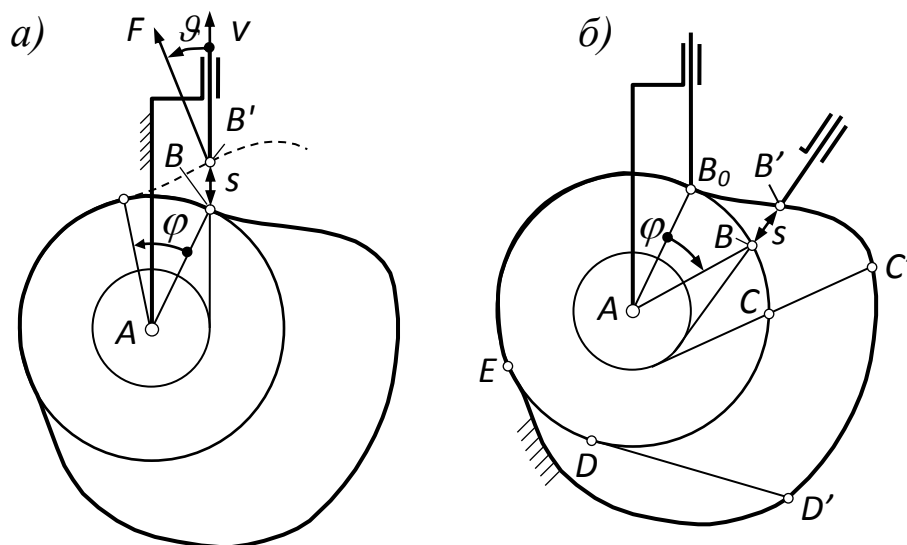

Рис. 1. Механизм со стержневым толкателем
В кулачковых механизмах функцией положения называется зависимость координаты толкателя от координаты кулачка. Координатой кулачка является угол его поворота φ , координатой толкателя является либо линейное перемещение s , либо угол поворота ψ (рис. 1, а; 2, а). Таким образом, требуется найти зависимость $s(\varphi)$ или $\psi(\varphi)$.
Задача построения функции положения решается методом обращения движения. Согласно этому методу, поворачивают не кулачок относительно стойки, а стойку относительно кулачка. При этом толкатель перемещается относительно стойки на столько же, как если бы вращался кулачок. Остаётся лишь найти положение толкателя и измерить его координату (рис. 1, б; 2, б). Это делают линейкой или транспортиром – соответственно координате.
Перед разбивкой отмечают граничные точки профиля кулачка и измеряют фазовые углы. На рис. 1, б граничными точками являются B_0 , C' , D' , E . Фазовыми углами являются B_0AC , CAD , EAB_0 и
Углом давления ϑ называется угол между силой F и скоростью V точки приложения силы. В кулачковых механизмах имеется в виду сила, действующая со стороны кулачка на толкатель. Силу направляют по нормали к профилю кулачка, скорость точки B толкателя – исходя из его движения относительно стойки (рис. 1, а; 2, а).
5. В пронумерованных положениях измерьте перемещение толкателя и занесите измеренное в таблицу. По результатам измерений постройте – в своей тетради – график функции положения. Для механизмов со стержневым толкателем (рис. 1) измеренное S можно наносить на график сразу. В таком случае таблица не требуется.